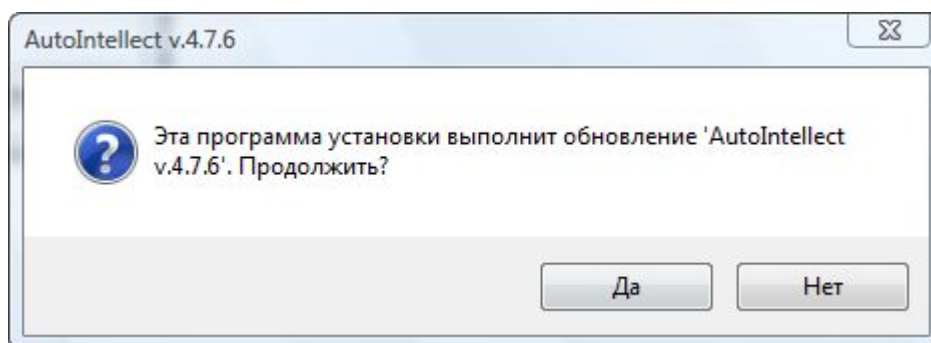

Рис. 6.5-2 Подтверждение установки обновлений
3. Нажать кнопку «Да» для подтверждения установки обновлений (см. Рис. 6.5-2).